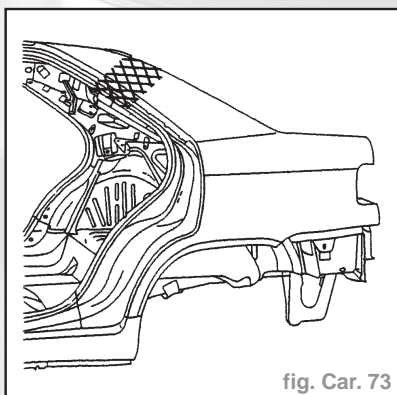

fig. Car. 73
- Effectuer une finition étain (fig. Car. 73).